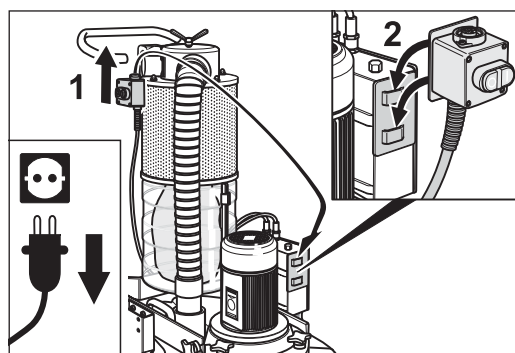

Fig. 44 Cuelgue el interruptor CO./DESCO. en el soporte para el transporte en la caja de distribución.
- 6 Descuelgue el interruptor CO./DESCO. del bastidor y cuélguelo en el soporte para el transporte en la caja de distribución (Fig. 44).